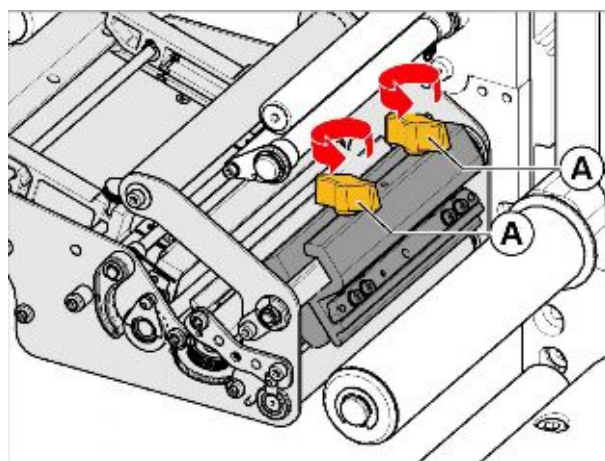

Рис. 3. Ослабьте барашковые винты (А) на печатающей головке.
4. Выворачивайте барашковые винты (Рис. 3А) до тех пор, пока не сможете поворачивать печатающую головку вокруг ее оси.